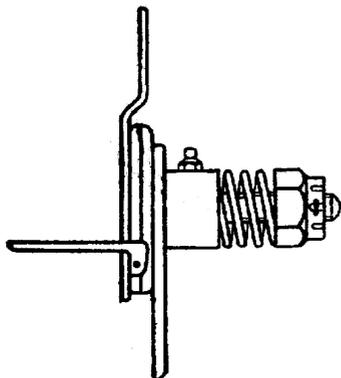

Рис. 28. Фиксатор педали сцепления:
1. Расшплинтовать гайку 1 (рис. 28) фиксатора.